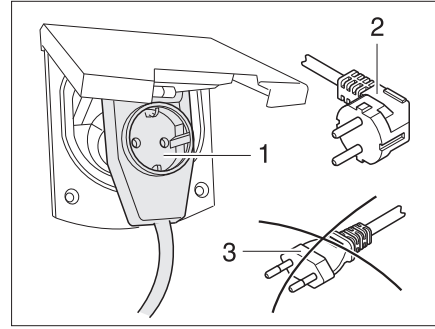

Bild 300 Anschluss an eine Winkelkupplung mit Steckdose
- ▶ Bei Verwendung einer CEE 17 Winkelkupplung mit rückseitig eingebauter Steckdose (Bild 300,1) nur einen gummierten und versiegelten IP 44 Stecker mit Schutzkontakt (Bild 300,2) verwenden. Keine Stecker ohne Schutzkontakt (Bild 300,3) verwenden. Gefahr eines Stromschlages!